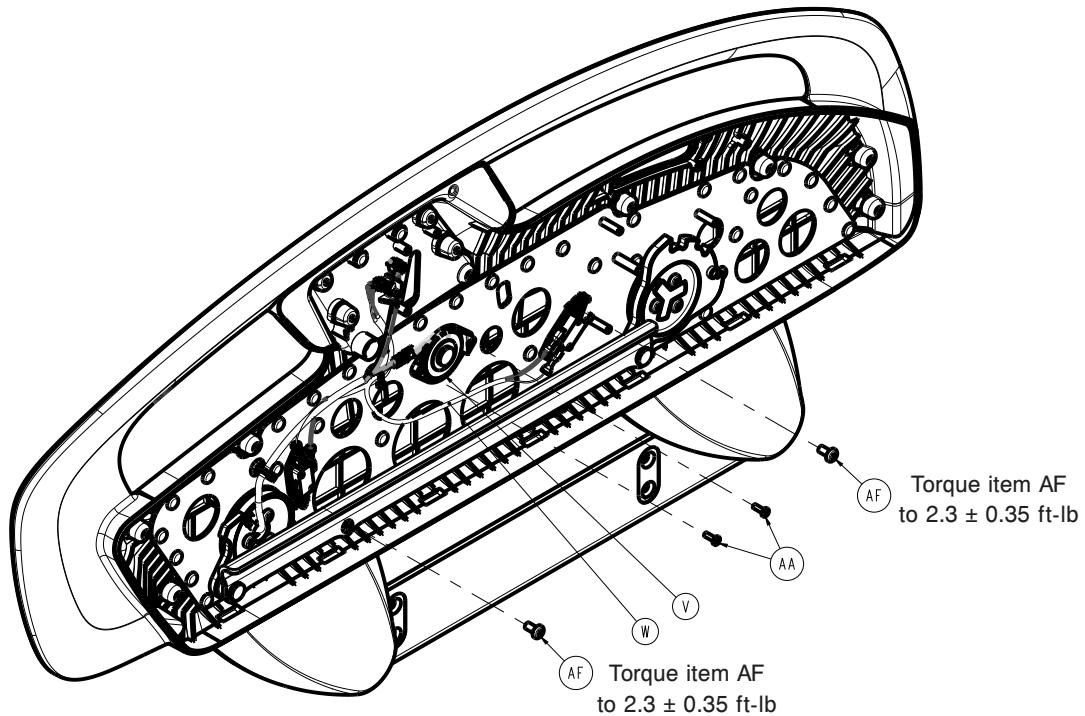

Figure 56 – Retrait de l'ensemble de haut-parleur
15. À l'aide d'un tournevis Torx T30, retirer les vis (AC) qui fixent les ensembles d'interrupteur de barrière (W) à l'arceau de la barrière (Figure 56). Retirer le dispositif de retenue du câble. Retirer et conserver les interrupteurs.
10. Débrancher les deux fils (noir-NC2 de l'interrupteur et rouge-COM de l'interrupteur) connectés à l'ensemble d'interrupteur de la barrière (W) (Figure 56).
11. À l'aide d'une clé Torx T30, retirer la vis (AF) qui fixe l'ensemble d'interrupteur de la barrière (W) et le support au châssis de la barrière (Figure 56).